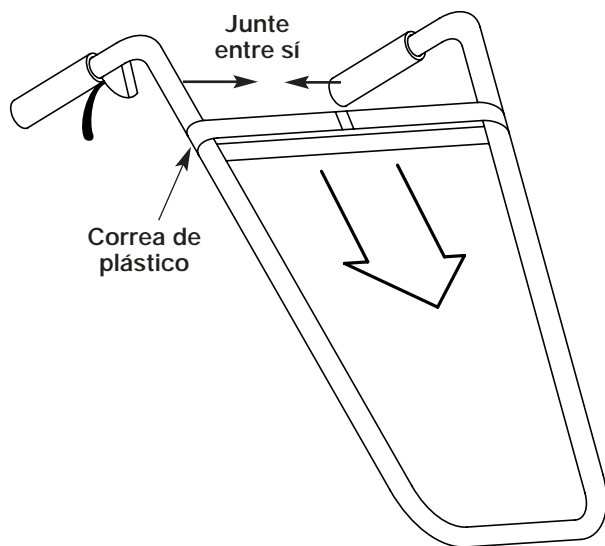

Figure 1
2. Junte las barras del manubrio entre sí y deslice la correa de plástico hacia abajo y hacia afuera (Fig. 1).